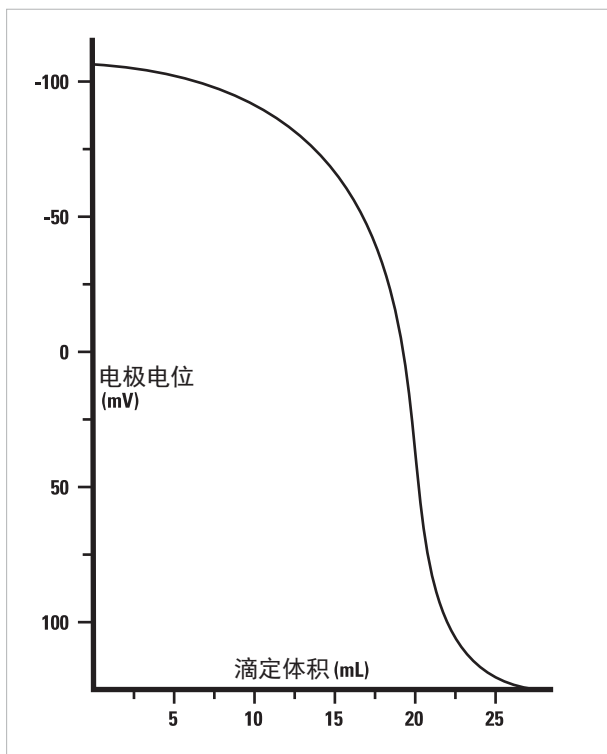

图 3 - 用 0.1 mol/L La(NO3)3 滴定 0.114 mol/L F- 的滴定曲线
3. 编辑Tx系列超越型或G20紧凑型滴定仪中内置的EQP滴定模版, 然后进行等当点(EQP)滴定。等当点是指滴定曲线中斜率最大的点, 见图3。达到EQP时的体积 $V_{\text{EQ}}$ 用以计算氟化镧滴定剂的滴定量。